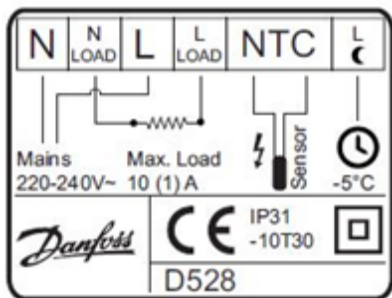

Рис. 5. Электрическая схема подключения терморегулятора.
4. Подключение терморегулятора производится согласно монтажной электрической схеме (Рис. 5). При подключении к регулятору питающего сетевого кабеля следует соблюдать фазировку. Терморегуляторы не имеют специального контакта для подключения «земли». Вывод экранирующей оплетки нагревательного кабеля должен соединяться с проводом «земля» питающей сети с помощью дополнительного контакта внутри монтажной коробки.